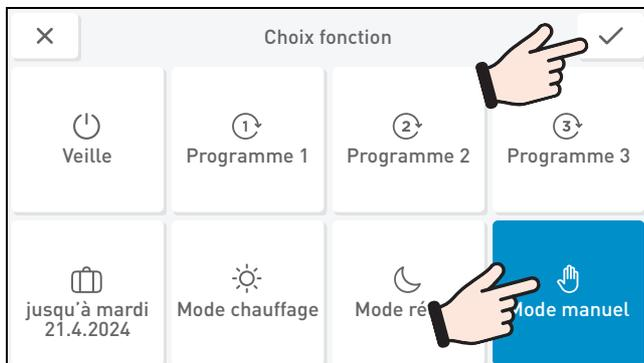

Fig. 19 Sélectionner et confirmer le mode manuel
- Sélectionner et confirmer le mode manuel ✓ – Fig. 19.